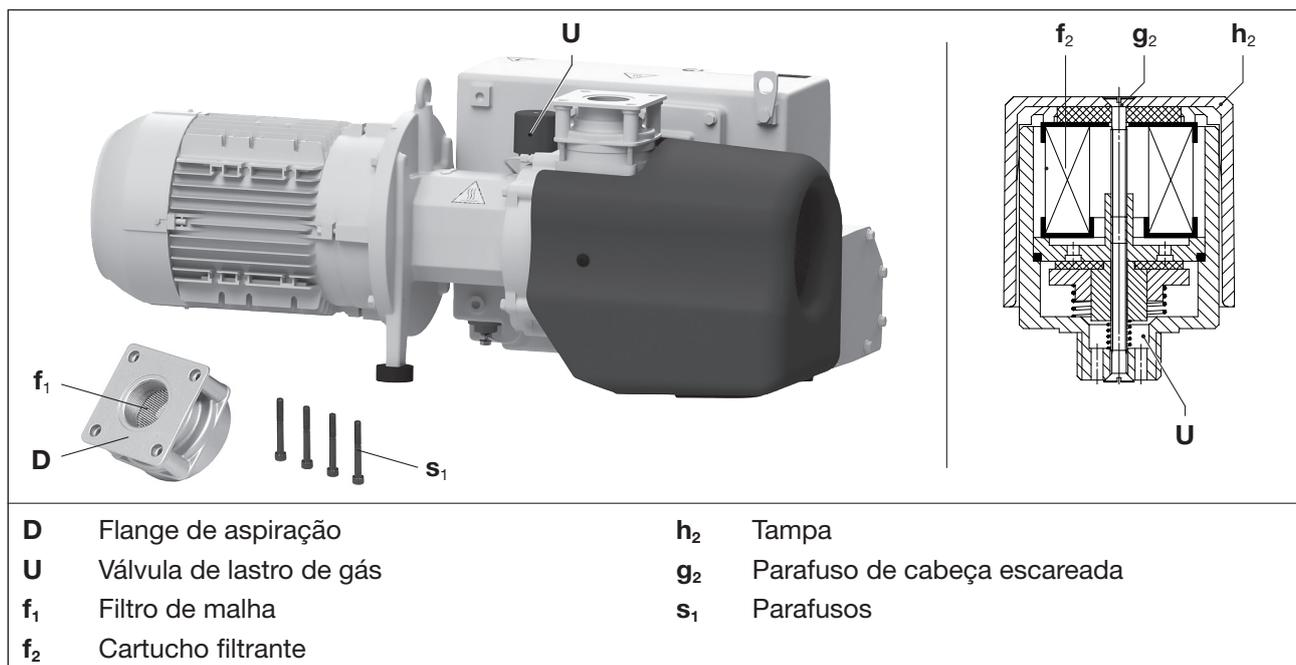

Fig. 6 Filtragem e válvula de lastro de gás
O filtro de malha (Fig. 6/f1) deve ser limpo, dependendo das impurezas do meio aspirado, com maior ou menor frequência, por lavagem ou sopro, ou deve ser substituído.
- Retirar o flange de aspiração (Fig. 6/D) após soltar os parafusos (Fig. 6/s1).
- Limpar o filtro de malha (Fig. 6/f1).
- Colocar o flange de aspiração (Fig. 6/D) e apertar com os parafusos (Fig. 6/s1). Torque de aperto: 25 Nm
As bombas operam com uma válvula de lastro de gás (Fig. 6/U). O cartucho filtrante instalado (Fig. 6/f2) deve ser limpo, com maior ou menor frequência, dependendo das impurezas do meio que flui.
- Soltando o parafuso de cabeça escareada (Fig. 6/g2) e removendo a tampa de plástico (Fig. 6/h2), as peças do filtro podem ser retiradas para a limpeza.
- Limpar o cartucho filtrante (Fig. 6/f2) por sopro ou substituir.
- Inserir o cartucho filtrante (Fig. 6/f2) na válvula, colocar a tampa de plástico (Fig. 6/h2) e fixar com o parafuso de cabeça escareada (Fig. 6/g2). Apertar o parafuso com a mão.